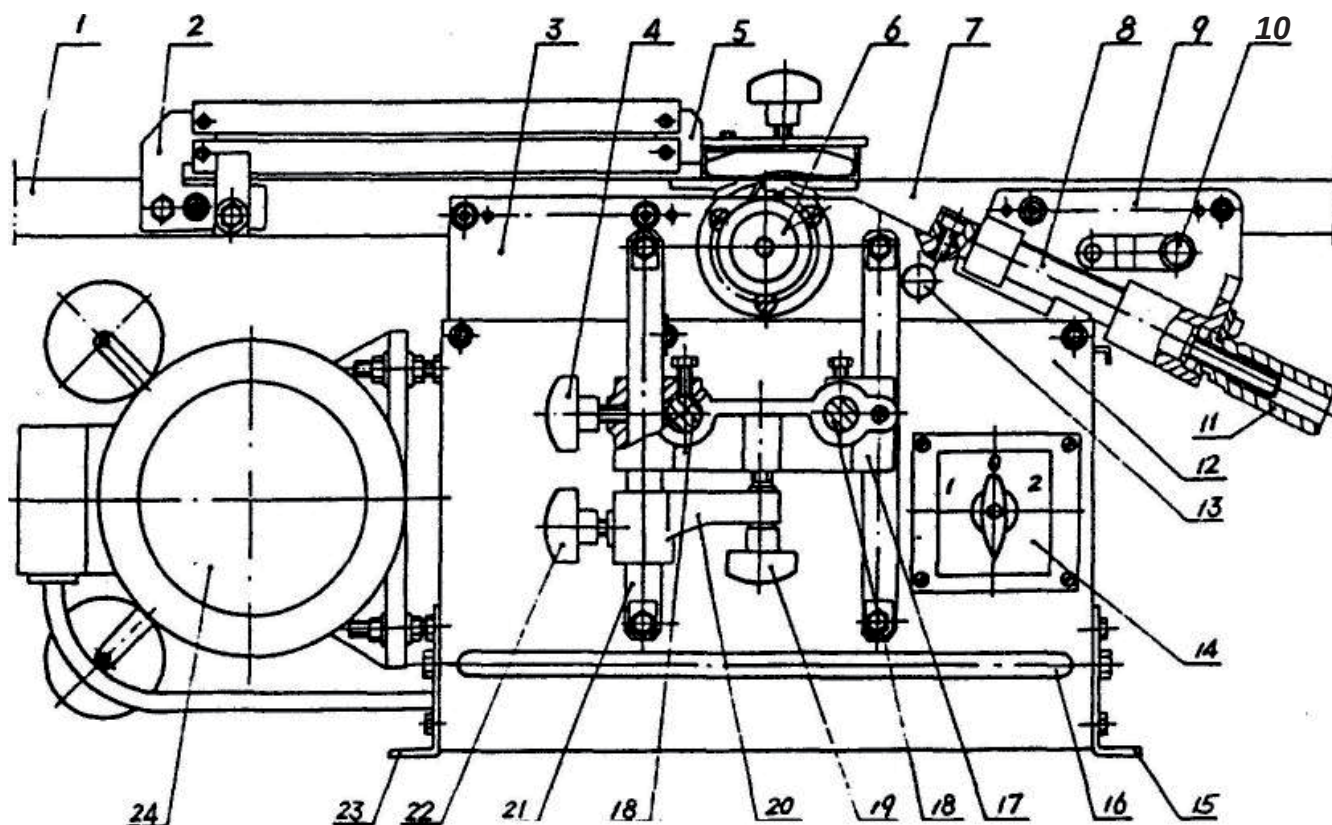
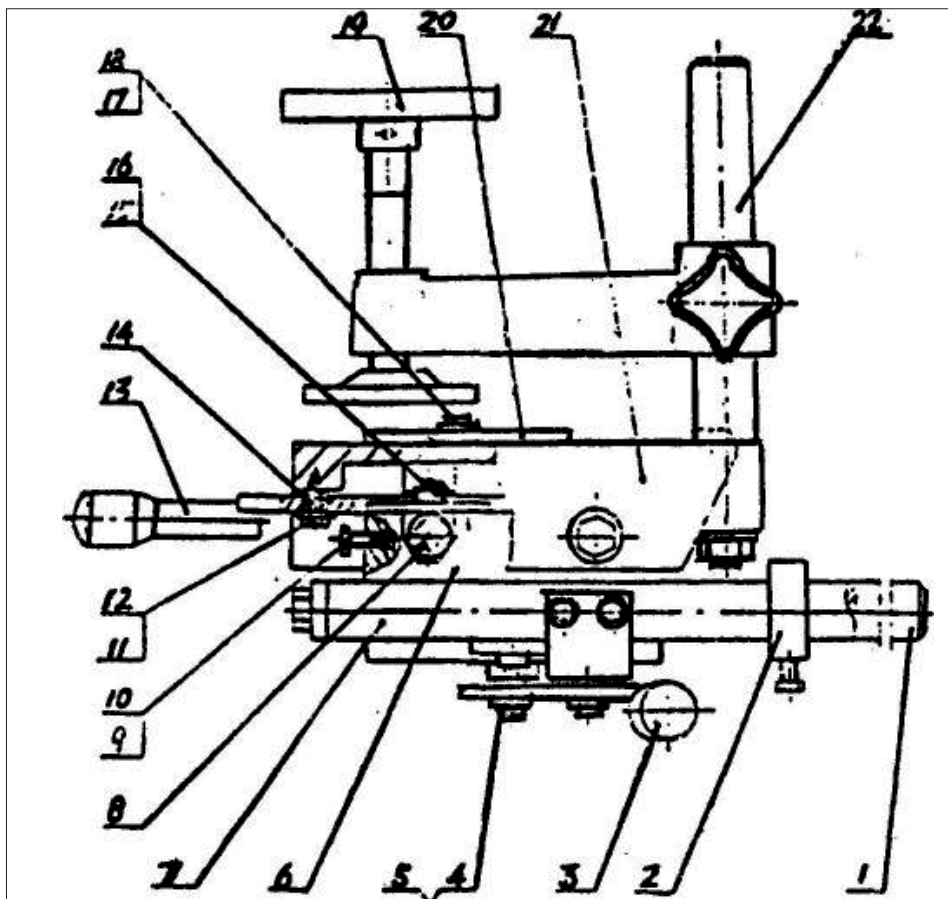
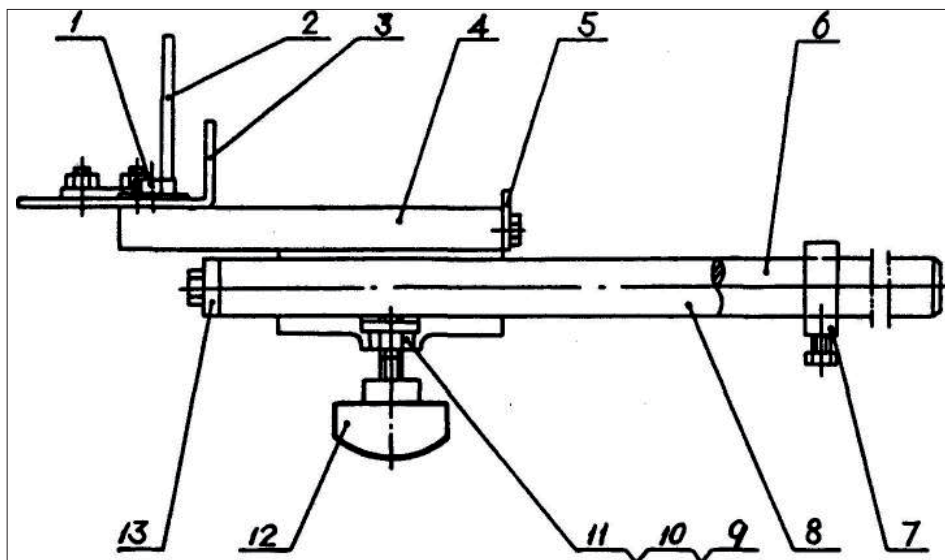

Рис. 1 Схема станка
Рис. 2 Свердлильний блок тип А
Рис. 3 Свердлильний блок тип В
- Є два типи блоків такого роду деталей. Тип А (див. Рис. 2) та тип Б (див. Рис. 3). Зазвичай ми надаємо свердлильний блок типу Б, однак за потребою клієнта ми можемо також надати і тип А.
- Після встановлення свердлильного блоку типу А, як зазначено на Рис. 2, розмістіть роликові напрямні 1 та 7 у контрольних отворах рухомої основи 17, як зазначено на Рис. 1, та закріпіть його.
- Або після встановлення свердлильного блоку типу Б, як зазначено на Рис. 3, розмістіть роликові напрямні 6 та 8 у контрольних отворах рухомої основи 17, як зазначено на Рис. 1 та закріпіть його.
Свердлильний блок тип А (Рис. 2)
Свердлильний блок тип В (Рис. 3)